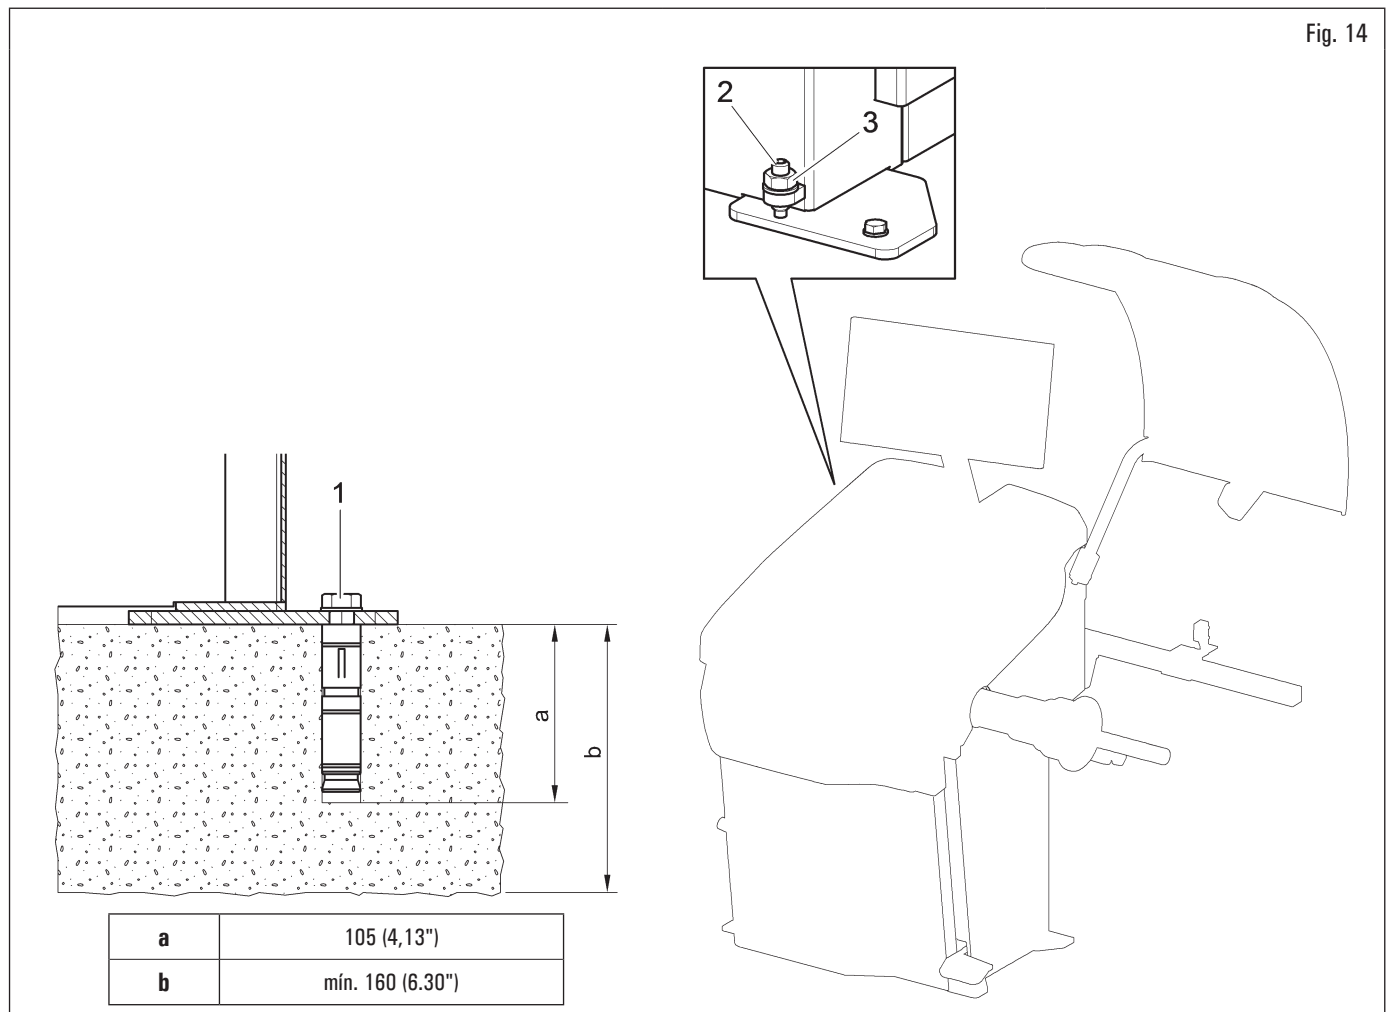

Fig. 14
El equipo embalado se fija al palet de soporte por medio de orificios en el bastidor e indicados en la figura siguiente. Tales perforaciones también deben utilizarse para la fijación al suelo, utilizando anclajes adecuados para hormigón (no incluidos). Antes de fijar al hormigón, compruebe que todos los puntos de anclaje estén nivelados, nivelados y en contacto con el suelo. En el caso contrario, colocar un espesor entre el equipo y el piso, como se muestra en la Fig. 14.
Tras comprobar que la equilibradora de ruedas está correctamente nivelada, apretar la tuerca (Fig. 14 ref. 3) sujetando el tornillo con una llave especial (Fig. 14 ref. 2).
- Para la fijación del equipo al suelo, utilice pernos y pasadores (Fig. 14 ref. 1) con vástago roscado M8 (UNC 5/16) adecuado al suelo sobre el que se fijará la equilibradora y en número igual al número de orificios de montaje en el bastidor inferior;